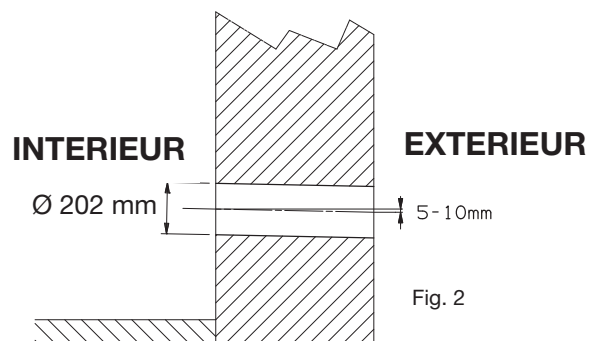

Fig. 2
- Faire le deux trous pour l'air (A) comme indiqué sur le support de perçage; faire le trou (B) pour le drainage du condensât à l'extérieur (assurer une pente vers l'extérieur - Fig. 2).
- Ensuite, faire les trous pour les supports de suspension (C) dans le mur en utilisant les 2 trous pour les supports comme indiqué sur le support de perçage.
- Ensuite, faire 4 trous (D) pour fixer les chaînes des grilles.